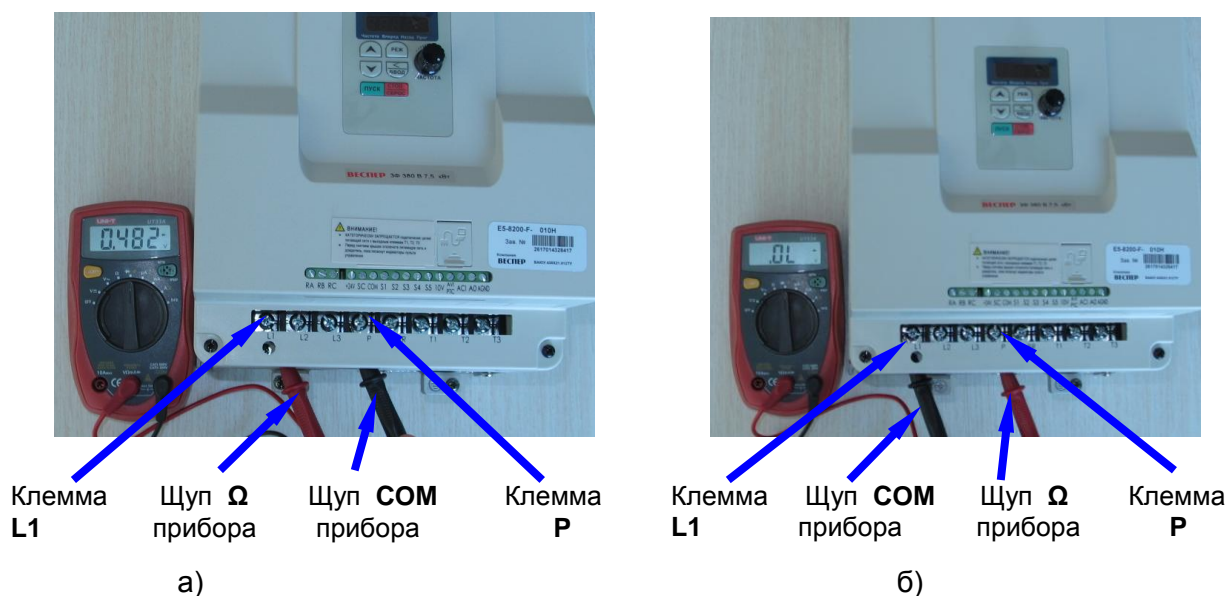

Рис. 4.5. Проверка входной силовой цепи относительно клеммы P.
4.6.4. Проверить входную силовую цепь **P-L1**, как показано на рис. 4.5. При исправной матрице IGBT цепь должна «звониться» как диод (при прямой проводимости показания прибора 0.400.....0.600, рис. 4.5а, при обратной проводимости – «Обрыв цепи», рис. 4.5б).